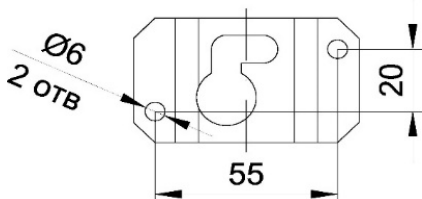
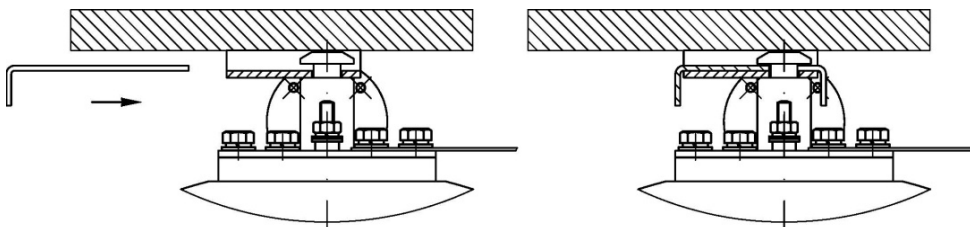

Рис.2.1 Координаты отверстий крепления кронштейна модуля.
Рис.2.2 Схема крепления модуля.
6.2. Закрепить кронштейн на верхней части (потолке) защищаемого объекта (см.рис.2.1). С помощью крепежных элементов, входящих в комплектацию модуля подвесить и закрепить модуль. Свободный конец чеки загнуть на угол не менее 80° (см.рис.2.2).